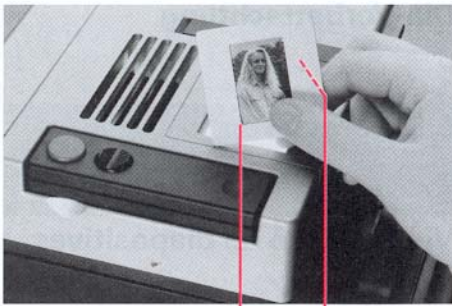

Bild 4 11 17
Wird die geriffelte Abdeckung (17) in Pfeilrichtung nach vorn geschoben, kann das Dia über die beleuchtete Opalscheibe gehalten oder auf das Projektorgehäuse aufgelegt und betrachtet werden (Bild 4).
The slide previewer (11) can be used to view, select and sort slides prior to projection. If the cover (17) is pushed forwards in the direction of the arrow, the slide can be held above the illuminated opal plate or placed on the projector housing and observed (Fig. 4).
La visionneuse de diapositives (11) sert à visionner, sélectionner ou trier des diapositives avant la projection. Pousser le cache cannelé (17) dans le sens de la flèche pour regarder la diapositive, la maintenir au-dessus de verre opalin éclairé ou la déposer sur le boîtier du projecteur (figure 4).